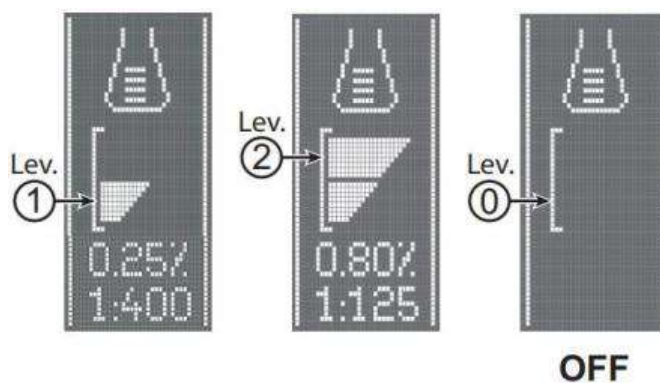

Abb. 6
Das System zum Mischen des Reinigungsmittels mit dem Waschwasser wird automatisch aktiviert, wenn die Bürste betrieben wird. Der Anteil an Waschmittelzugabe zum Waschwasser wird auf Stufe 1 eingestellt (Abb. 6). Durch Drücken des Schalters (58) ist es möglich, den Anteil auf Stufe 2 einzustellen oder auf Stufe 0 zurückzusetzen. Die eingestellten Anteile werden auf dem Display (60-H) angezeigt